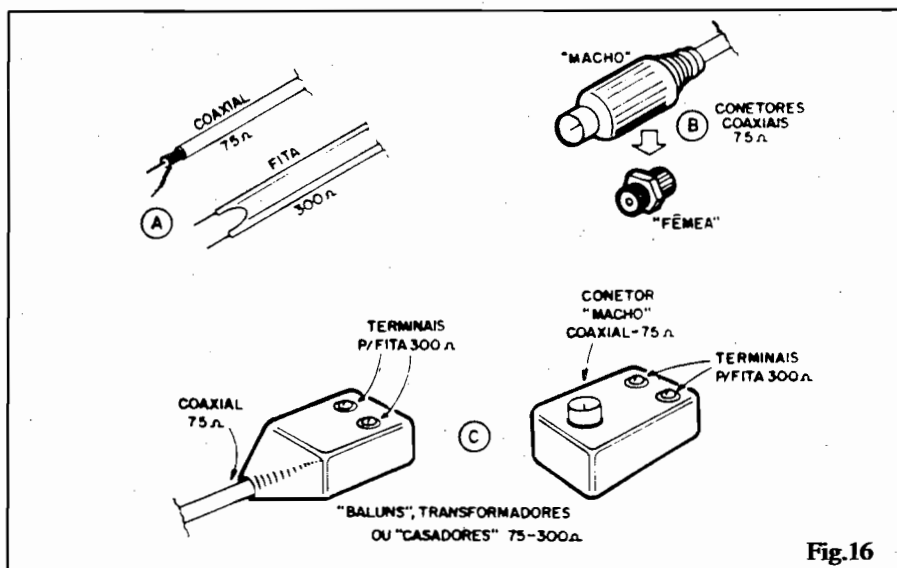

Fig. 16
- **FIG. 16** - Em todas as explicações, figuras, diagramas e esquemas mostrados no presente "ESPECIAL UHF", algumas "tranqueirinhas" são citadas e mostradas com freqüência, sempre supondo que o Leitor já as conhece, pelo menos pela "cara"... Como nem todo mundo já viu ou manipulou tais implementos, a fig. 16 dá alguns detalhes importantes:
- **16-C** - Para transformar as impedâncias entre cabos, entradas, conectores, etc., sempre "casando" 75 ohms com 75 ohms e 300 ohms com 300 ohms, são usados os pequenos dispositivos conhecidos como "BALUNS" (BALOONS), "TRANSFORMADORES" ou CASADORES 57-300. Em qualquer dos modelos esses dispositivos permitem, de um lado, a ligação a cabo ou conector de 75 ohms e, do outro lado, a conexão de cabo ou plugue de 300 ohms. As ligações para 300 ohms ("fita" ou cabo "chato") são normalmente feitas via dois parafusos com olhais ou arruelas metálicas, "mecanicamente" compatíveis com os fios dos cabos "chatos". Já a ligação de conectores ou cabos coaxiais, redondos, de 75 ohms, é feita de diversas maneiras... Nos dois modelos (mais comuns...) mostrados, o primeiro admite a ligação direta de **cabo** coaxial, enquanto que o segundo serve para ligar um cabo "chato" (300 ohms) diretamente a um conector "fêmea" coaxial (ver fig. 16-B), já que o dispositivo apresenta a um conector "macho", diretamente "entubável" na respectiva "fêmea"...